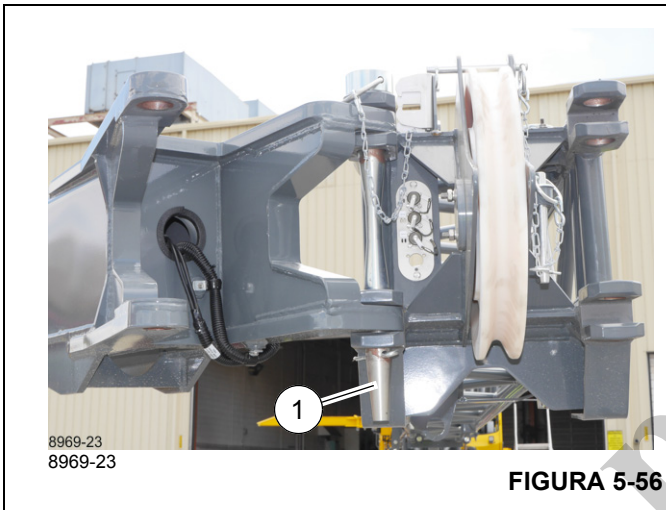

FIGURA 5-56
2. Asegúrese de que el pasador de fijación (1, Figura 5-56) y la pinza de sujeción estén en su lugar y que conectan los extremos de la sección de extremo y la sección de la base de la extensión de la pluma.